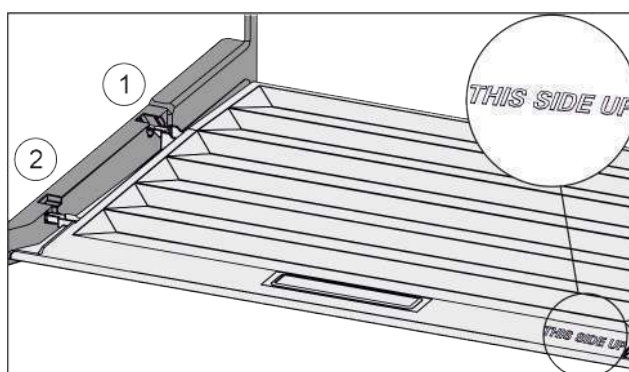

Fig. 37
- Вставить поперечные ребра крышки через отверстие заднего держателя Fig. 37 (1) и защелкнуть спереди в держателе Fig. 37 (2).